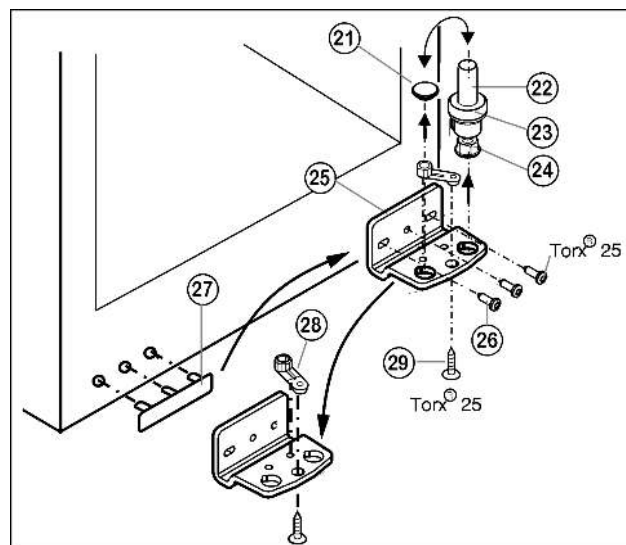

Fig. 6
- ▶ Извлеките опорный винт Fig. 6 (22) в комплекте с шайбой Fig. 6 (23) и регулируемой опорой Fig. 6 (24), вытягивая его вверх.
- ▶ Снимите пробку Fig. 6 (21).
- ▶ Открутите Fig. 6 (26) опорный кронштейн Fig. 6 (25).
- ▶ Открутите Fig. 6 (29) опорную деталь Fig. 6 (28) и, переставив в отверстие на противоположной стороне опорного кронштейна, снова прикрутите.
- ▶ Осторожно снимите и переставьте на противоположную сторону крышку со стороны ручки Fig. 6 (27).
- ▶ Снова прикрутите опорный кронштейн Fig. 6 (25) на новой стороне шарнира (с моментом 4 Нм). При необходимости используйте аккумуляторный шуруповёрт.
- ▶ Переставьте пробку Fig. 6 (21) в свободное отверстие.
- ▶ Вновь установите опорный винт Fig. 6 (22) в комплекте с шайбой и регулируемой опорой. При этом фиксатор должен быть направлен назад.
- ▶ Установите дверцу сверху на нижний опорный палец *Fig. 6 (22)*.
- ▶ При необходимости выравнивайте дверцы через два продольных паза в нижнем опорном кронштейне *Fig. 6 (25)* параллельно корпусу устройства. Для этого выкрутите средний винт.